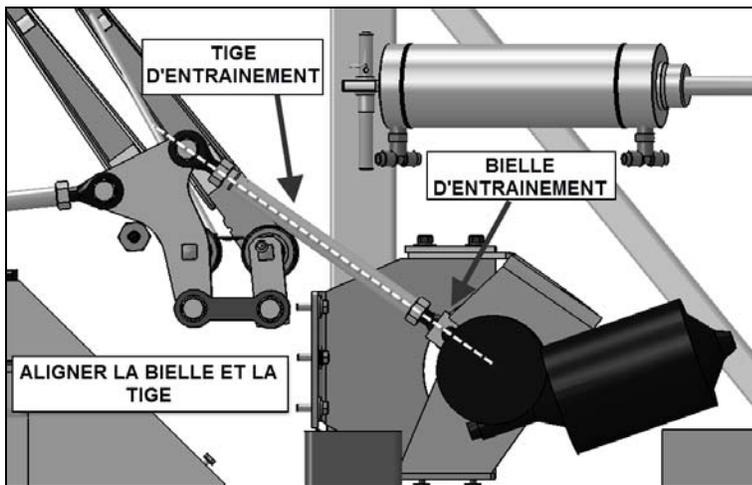
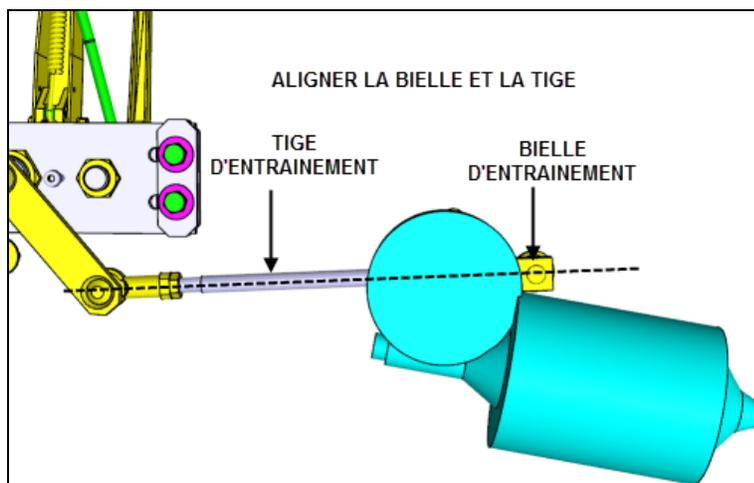

FIGURE 10: TEL QUE VUE PAR L'OUVERTURE (X3 ET XLII)
FIGURE 12: TEL QUE VUE PAR L'OUVERTURE (H3)
14. Réinstaller la bielle d'entraînement sur l'arbre du moteur de façon à ce que les axes de la bielle et de la tige d'entraînement soient parfaitement alignés tel que montré (voir figures 10 & 11 pour la série X, figures 12 & 13 pour la série H3).